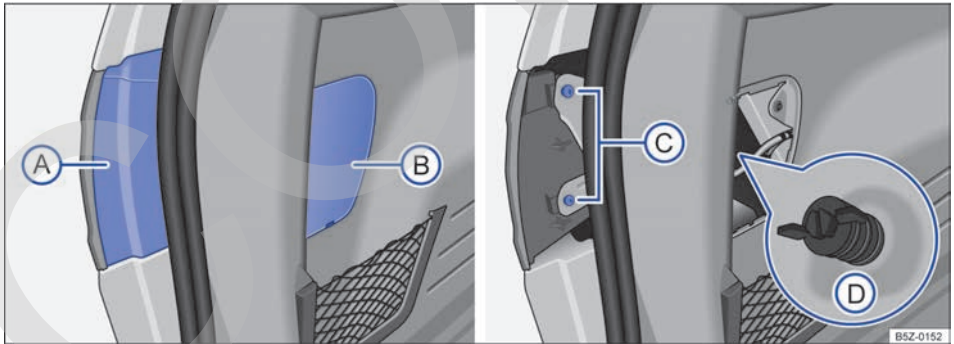
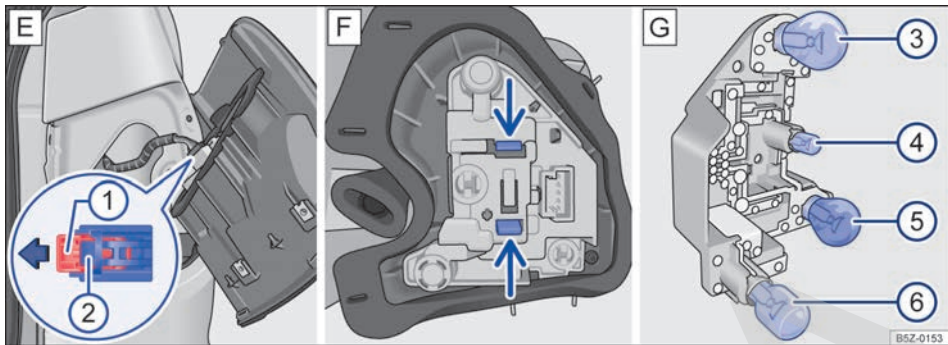

Fig. 144 En la carrocería: **A** y **B** cubiertas para desmontar la luz, **C** tornillos de fijación a la carrocería, **D** tornillo mariposa (fragmento ampliado).
Fig. 145 Linterna trasera: E desmontar la luz de la carrocería; F soporte de las lámparas; G: en el soporte de las lámparas
3. Desmonte con cuidado la cubierta (A) → fig. 144 de la parte superior.
4. Desmonte con cuidado la cubierta (B) de la parte inferior.
5. Retire los tornillos de fijación → fig. 144 (C)
6. Suelte el tornillo mariposa (D), sujetando al mismo tiempo la linterna trasera.
7. Tirar cuidadosamente de la linterna hacia afuera, para desencajarla de la carrocería → ①.
8. Retire el conector de alimentación, primero tire de la traba roja ① en el sentido de la flecha → fig. 145 E y desmonte el conector ② de la luz.
10. Para desbloquear el soporte de las lámparas, presionar cada lengüeta de bloqueo → fig. 145 F en el sentido de las flechas.
12. Para quitar las lámparas incandescentes quemadas → fig. 145 G ③ y ⑤, presione la lámpara contra el soporte y gírela en **sentido antihorario** para desmontarla.
13. Para quitar las lámparas incandescentes quemadas → fig. 145 G ④ y ⑥, tire la lámpara del soporte para desmontarla.
15. Para insertar las lámparas nuevas ③ y ⑤, en el soporte, coloque la lámpara nueva en el alojamiento correspondiente, presione la lámpara y gírela en **sentido horario** hasta el tope.
16. Para insertar las lámparas nuevas ④ y ⑥, en el soporte, coloque la lámpara nueva en el alojamiento correspondiente y empuje la lámpara en el soporte.
18. Instalar el soporte de las lámparas en la linterna trasera. Las lengüetas de bloqueo → fig. 145 F deben encajar de forma audible. ▶
La ubicación e identificación de las lámparas incandescentes → fig. 145 G están relacionadas a continuación: